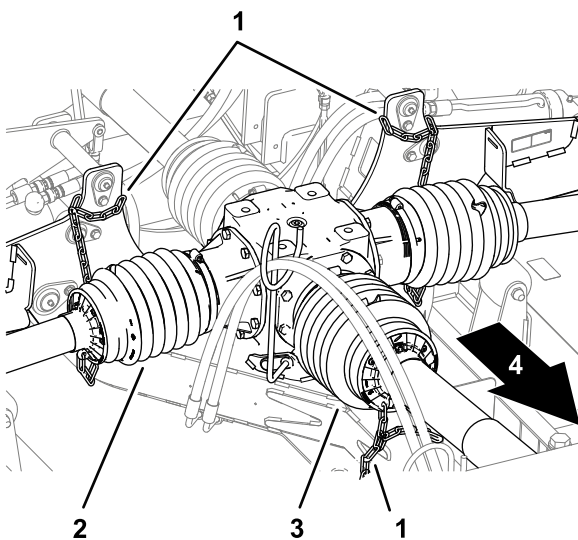

Figure 18
6. Vérifiez que la chaîne de retenue est bien reliée à la protection arrière de l'arbre de PDF, aux protections des arbres d'entraînement et au cadre de la tondeuse (Figure 18 et Figure 21).